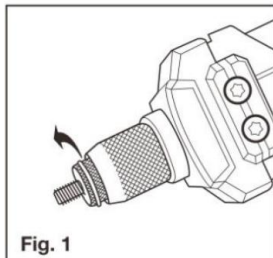

Fig. 1
2. Ta bort nässtycket från hylsmuttern genom att gänga loss nosstycket moturs (se bild 1)